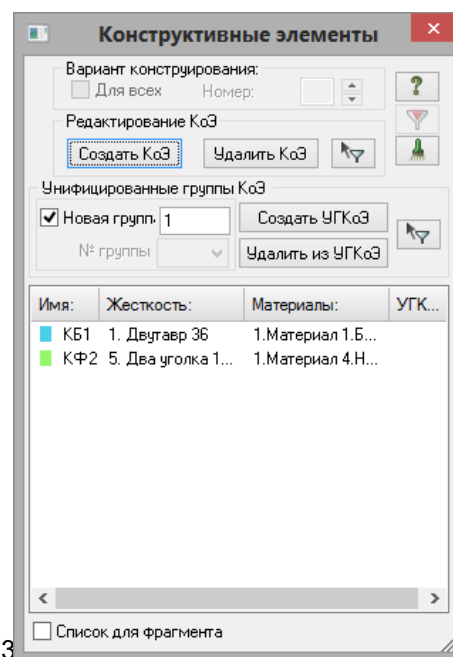

Рис.3.27. Диалоговое окно
- Для создания конструктивных элементов вызовите диалоговое окно **Конструктивные элементы** (рис.3.27) щелчком по кнопке  – **Конструктивные элементы** (панель **Конструирование** на вкладке **Создание и редактирование**).